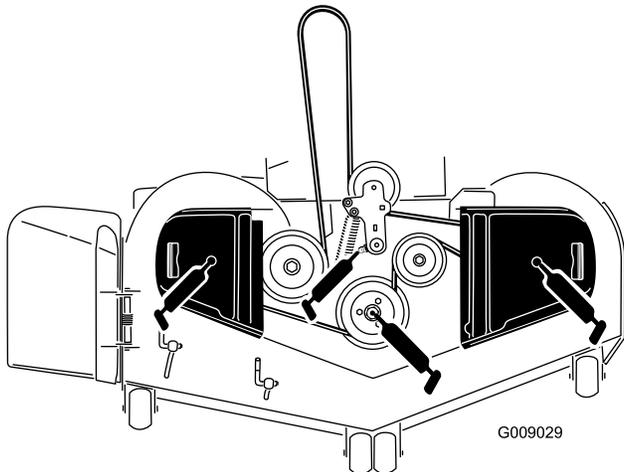

Figura 39
3. Engrase el pivote de la polea tensora de la carcasa del cortacésped hasta que salga grasa por el extremo inferior (Figura 39).
4. Engrase los 3 cojinetes de los ejes hasta que salga grasa de las juntas inferiores (Figura 39).
5. Engrase el brazo tensor de la correa de transmisión (Figura 39).